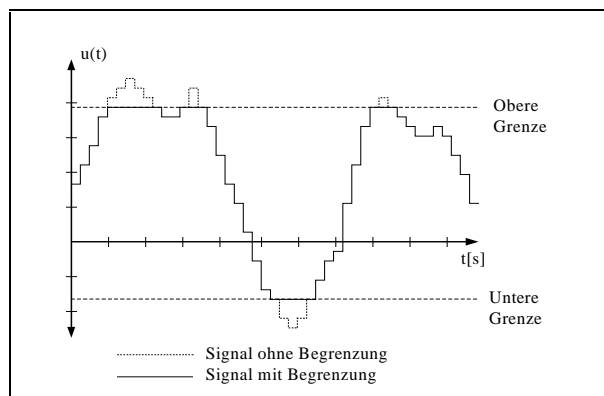

Abb. 2: Begrenzung des Ein- und Ausgangssignals
- Einstellbare Grenzen für das Eingangssignal des Reglers (siehe Abb. 2).
- Einstellbare Grenzen für das Ausgangssignal des Reglers (siehe Abb. 2).